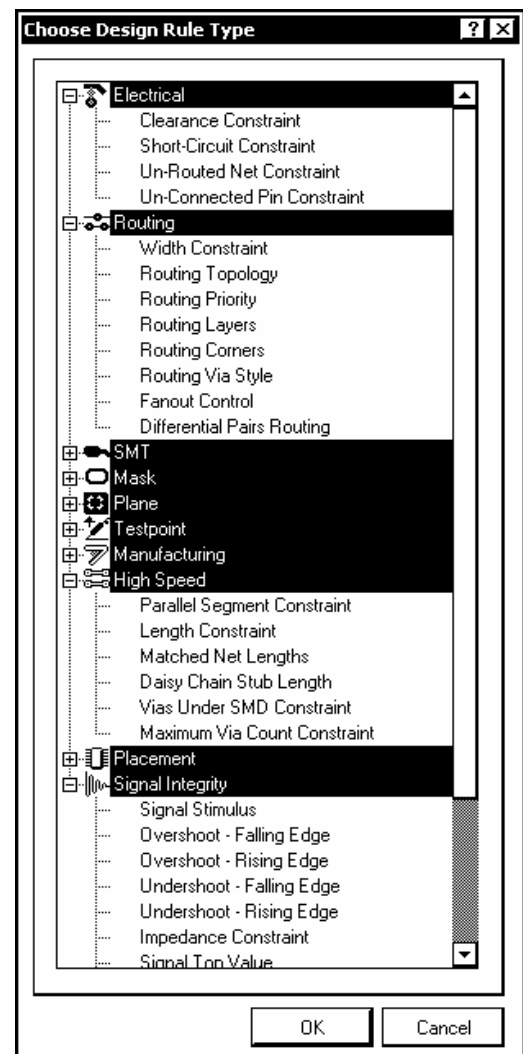

Рис. 5.16
4. Чтобы привязать к классу некоторые правила проектирования печатного монтажа, вместо команды Edit в диалоговом окне Parameters активизировать кнопку команды Add as Rule – добавить параметр как правило. В диалоговом окне Parameter Properties активизируется кнопка вызова процедур редактирования правил Edit Rule Values. Открывается диалоговое окно Choose Design Rule Type (рис. 5.16) с деревом правил проектирования, определяющих несколько десятков правил ведения проекта – электрические и трассировочные параметры, стиль контактных площадок и ряд других.